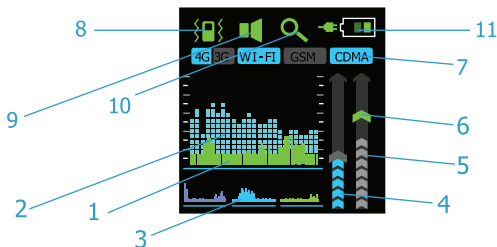

Рис. 3 – вид экрана в режиме поиска
1.4.2 Вид экрана в режиме поиска представлен на Рис. 3. В процессе измерения на дисплее постоянно отображается усредненное (поз. 1) и пиковое (поз. 2) значение мощности принимаемого радиосигнала. Отображение производится в логарифмическом представлении, в масштабе, соответствующем выбранному диапазону чувствительности, в виде графика значений за последние 3 секунды. Также отображается график истории усредненных значений за последние 45 секунд (поз. 3), выбранный уровень чувствительности (поз. 4), порог срабатывания виброиндикации (поз. 6) по шкале текущего значения мощности принимаемого сигнала (поз. 5). Изделие дополнительно отображает на экране состояние фильтров (включены или выключены, поз. 7), состояние виброиндикации (включена или выключена, поз. 8), текущий звуковой режим (без звука, акустоиндикация или акустозавязка, поз. 9), текущий режим работы (поиск или охрана, поз. 10), а также текущее состояние элементов питания (поз. 11).
2. Включенные таким образом фильтры затем подсвечиваются на экране в режиме поиска голубым цветом (поз.7 рис.3), неактивные фильтры остаются серыми.